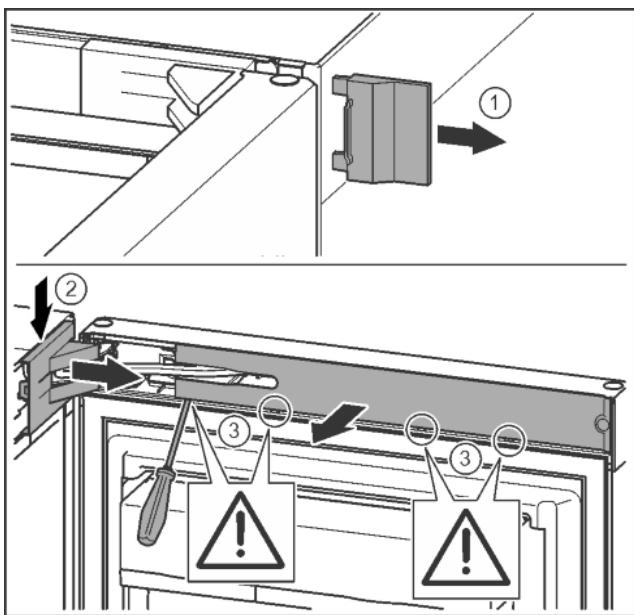

Fig. 12
- Снять внешнюю крышку. Fig. 12 (1)
- При помощи отвертки освободить крышку опорного кронштейна и отсоединить. Снять крышку опорного кронштейна. Fig. 12 (2)
- Шлицевой отверткой вывести накладку из зацепления и отвести в сторону. Fig. 12 (3)